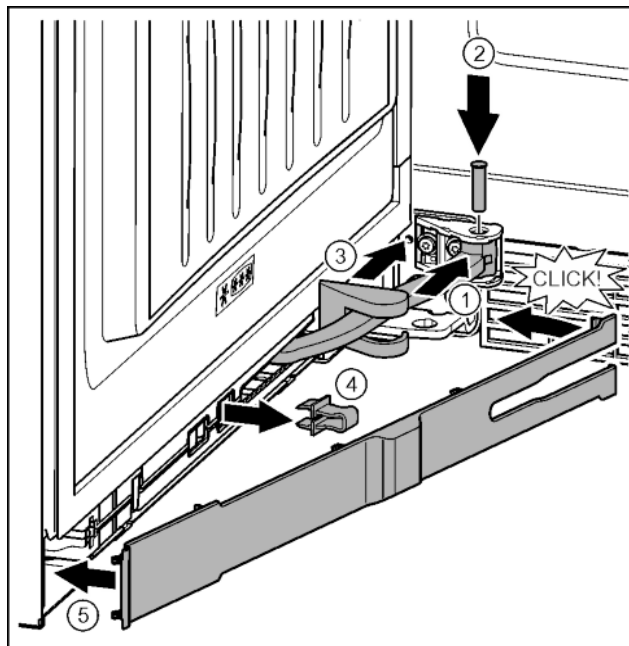

Fig. 46
- ▶ Przegub obrócić w mocowaniu. Fig. 46 (1)
- ▶ Przy pomocy śrubokręta T15 sworzeń umieścić w mocowaniu i przegubie. Przy tym zwrócić uwagę, aby krzywka zatraskowa została prawidłowo umieszczona w rowku. Fig. 46 (2)
- ▶ Osłonę płytki zawiasu przesunąć wzdłuż przegubu i zamontować nad mocowaniem. Fig. 46 (3)
- ▶ Zdjąć zabezpieczenie. Fig. 46 (4)
- ▶ Zaślepkę założyć od strony uchwyty i przechylić. Fig. 46 (5)